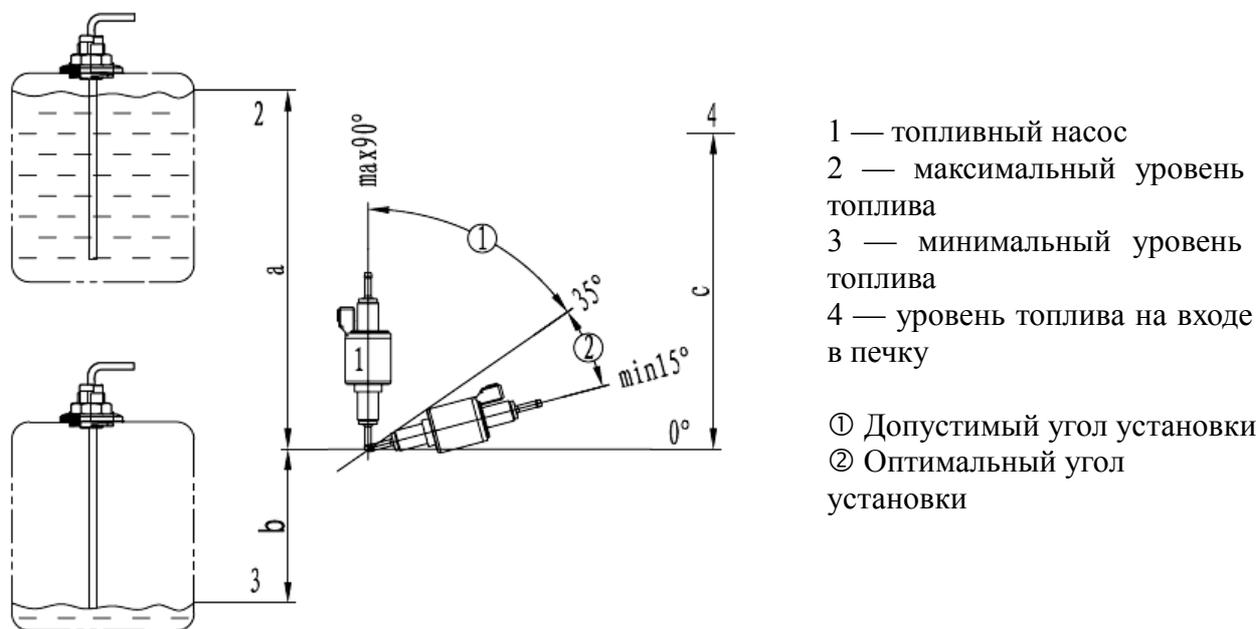

Рис. 11
4.5.1 Топливный насос крепится на транспортном средстве при помощи хомута с защитным резиновым покрытием. Выход топливного насоса должен быть наклонён вверх. Угол наклона может быть выбран в диапазоне $15^\circ\sim 35^\circ$ (как показано на Рис. 11). Если условия позволяют, то топливопровод между топливным насосом и отопителем должен подниматься вверх плавно.